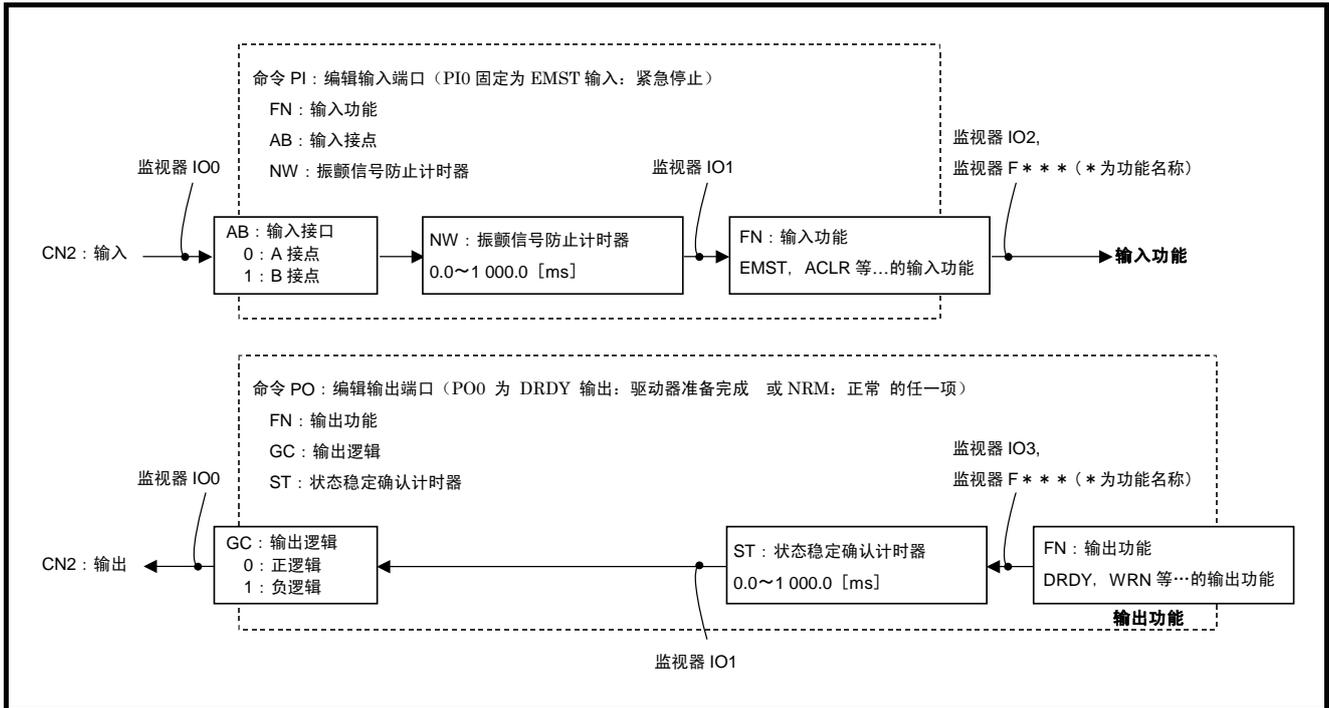

图 7-23：监视控制输入输出的功能配置与状态
- 驱动器的控制输入输出功能与监视 IO 之间的关系如「图 7-23：监视控制输入输出的功能配置与状态」所示。